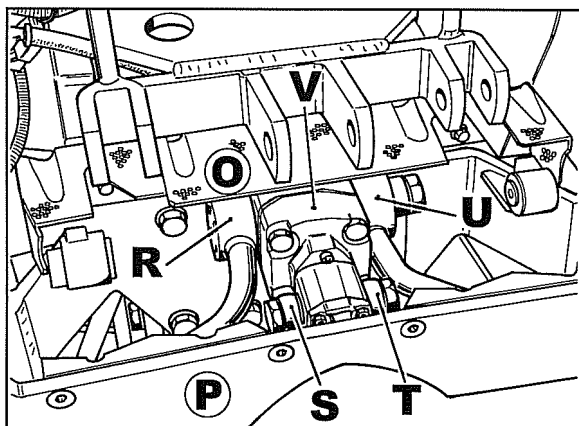

Fig. 19
- 20 Tirar a grelha **O** fig. 19 de protecção.
- 21 Afrouxar o suporte de pesos **P** fig. 19, desprender os tubos **R**, **S**, **T** e **U** de envio e aspiração das duas bombas, logo tirar o suporte de pesos.
- 22 Tira a bomba **V** fig. 19.